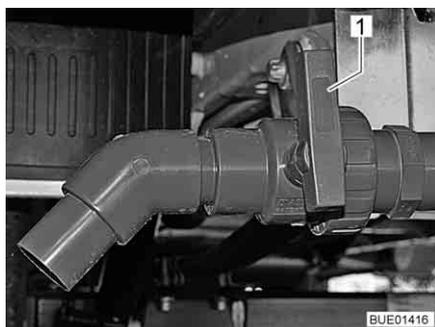

Fig. 206 Torneira de descarga (exterior)
- Gire o manípulo (Fig. 206,1) da torneira de descarga no sentido de fluxo. As águas residuais são assim descarregadas por meio de uma torneira de esfera.